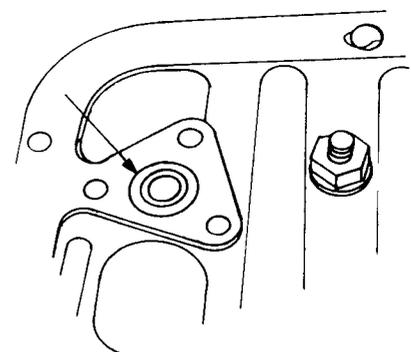
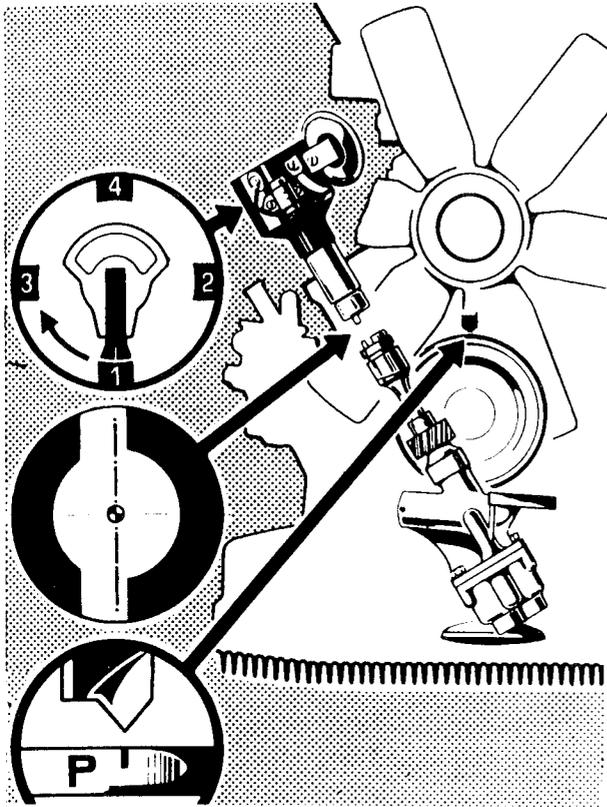

Bild 55
Bild 63
- Von der Unterseite des Kurbelgehäuses her den «O»-Dichtring für die Ölpumpe einsetzen (Bild 55) und die Ölpumpe montieren, wie es in Kapitel 3.1.2 beschrieben ist. Die drei Schrauben der Pumpe anziehen, ohne sie zu sichern.
Beim Einbau der Ölpumpe die Ölpumpenbohrung mit einem neuen «O»-Dichtring versehen (siehe Bild 55) und die Pumpenantriebswelle so verdrehen, bis der Mitnehmerschlitz in der Welle in einer Linie mit dem Antriebsende der Verteilerwelle liegt. Ein Schema der Ausfluchtung ist in Bild 63 gezeigt.